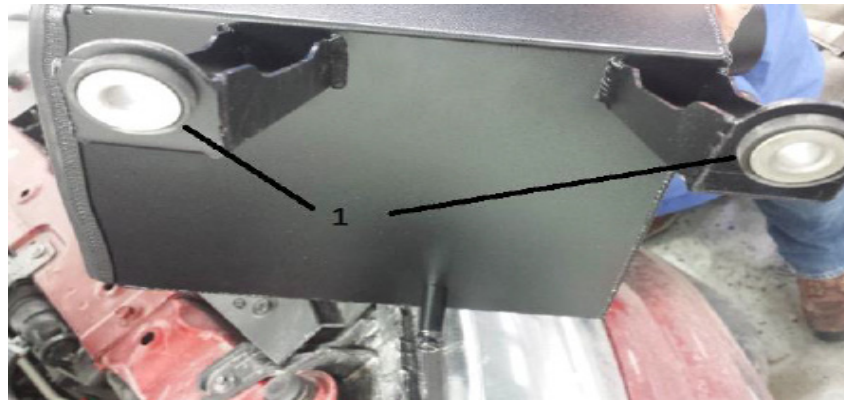

Figure 3
- Déposer les passe-câbles en caoutchouc et les douilles-entretoises autosertissables du boîtier de boîte à air d'origine et les poser dans les pattes du nouveau boîtier (1 dans la figure 3).